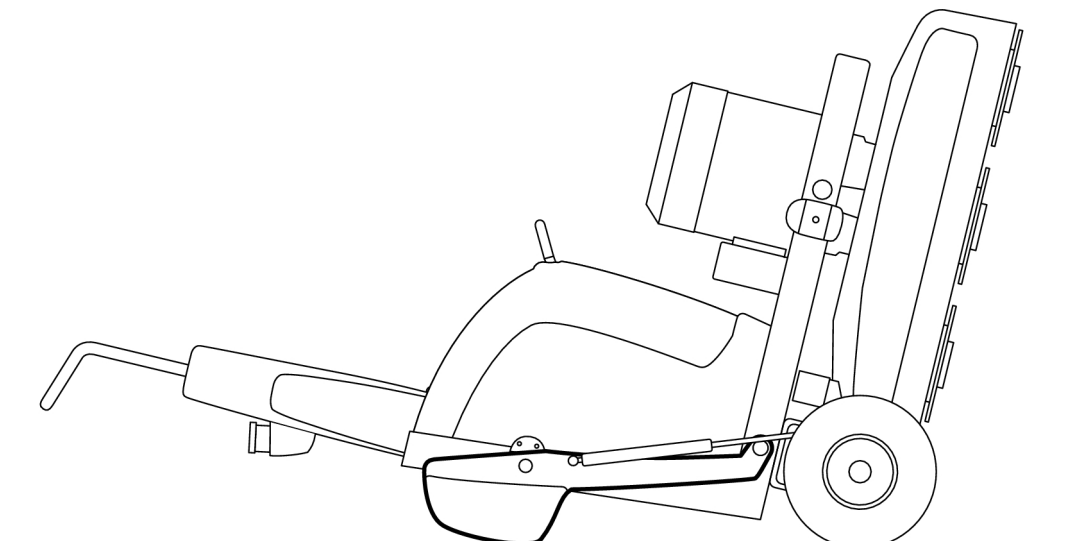

Bild 4-12. Maskinen vilar mot golv
5. Lyft upp maskinen så mycket att du kan låsa vikten i dess uppfällda läge. Fäll därefter maskinen helt mot golvet, se Bild 4-12, sidan 24.